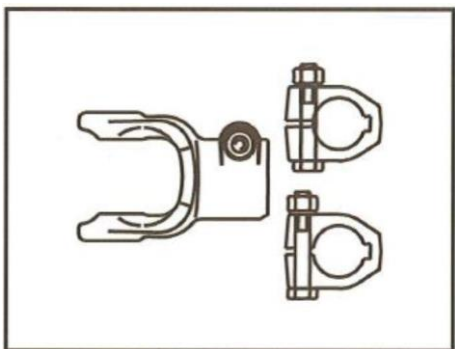

Рис. 37. Стопорение вала зажимным болтом
- Установите вилку на хвостовик вала и вставьте зажимной болт (Рис. 37).